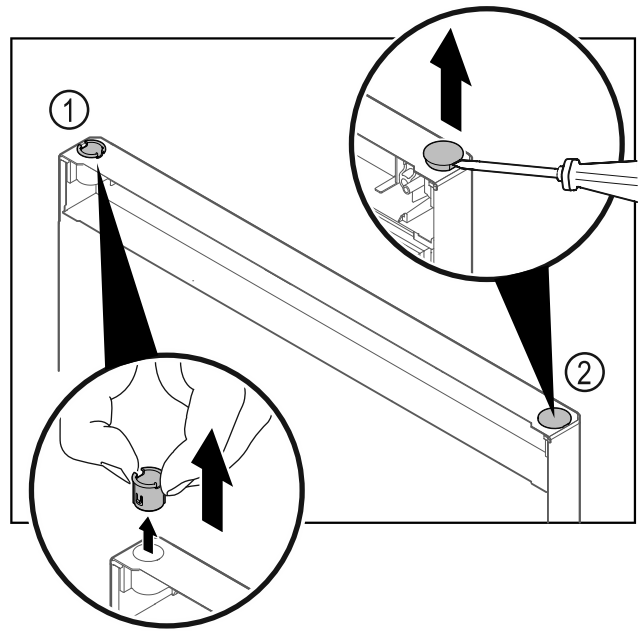

Fig. 39 Дверцята морозильної шафи
- ▶ Витягніть шарнірну втулку Fig. 39 (1) пальцями.
- ▶ За допомогою шліцевої викрутки обережно підніміть заглишку Fig. 39 (2) та витягніть її.